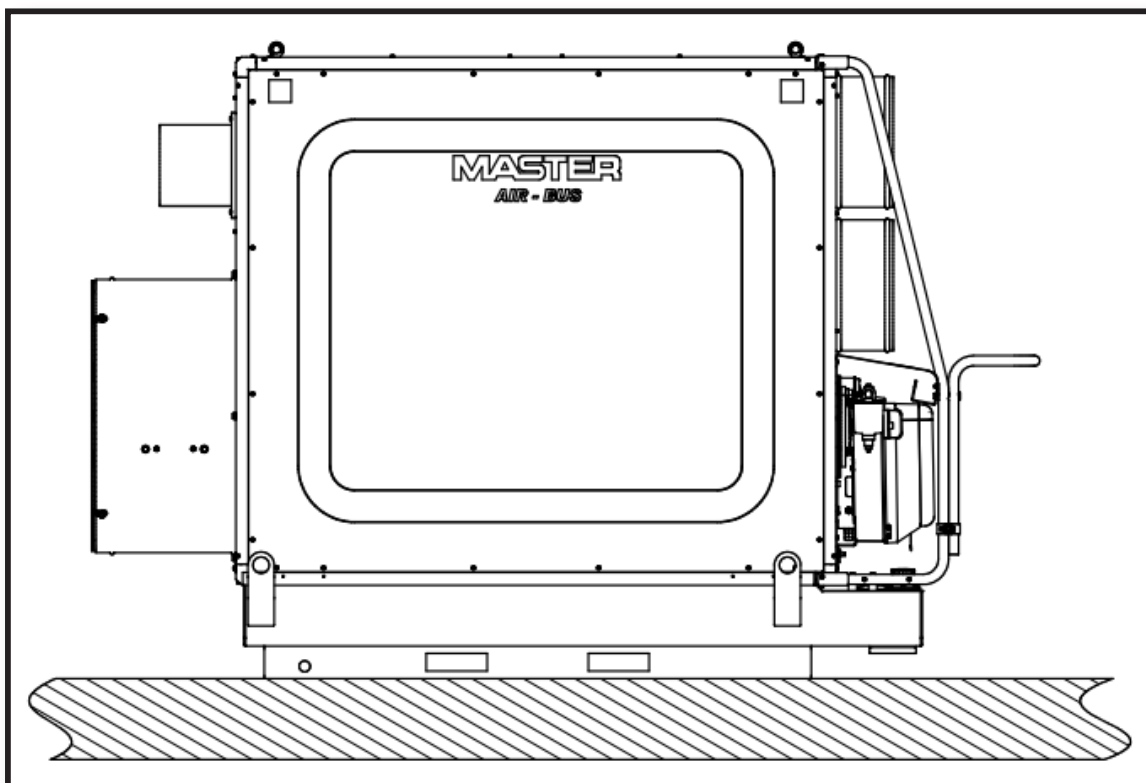

Fig. 15
► POSTAVLJANJE UREĐAJA (fig. 15, 16)